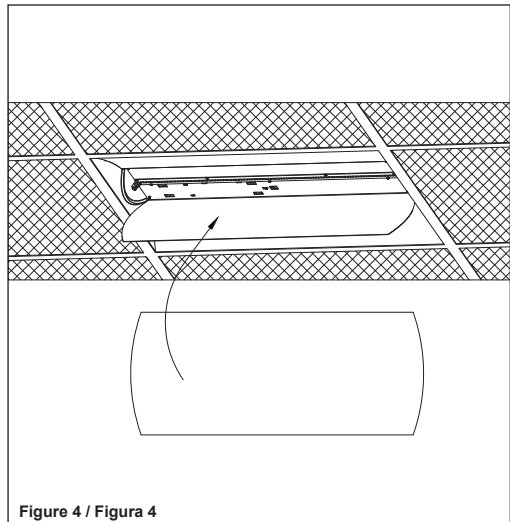

Figure 4 / Figura 4
- Optional: For STAKPAK, the lens needs to be installed into housing after the fixture installed in the T-bar ceiling. (See Figure 4)Make sure remove the protective films on the lens prior instillation. Place one long edge into channel and then slightly bend lens so that opposite edge can fit into other side of channel. Gently push on center of lens to make sure it is fully seated.
- Facultatif : Pour STAKPAK, la lentille doit être installée dans le boîtier après l'installation du luminaire sur la barre en T du plafond. (voir figure 4) Veillez à retirer les films de protection de la lentille avant l'installation. Placez un bord allongé dans le canal, puis pliez légèrement la lentille afin que le bord opposé puisse s'insérer dans l'autre côté du canal. Appuyez délicatement sur le centre de la lentille pour vous assurer qu'elle est bien en place.